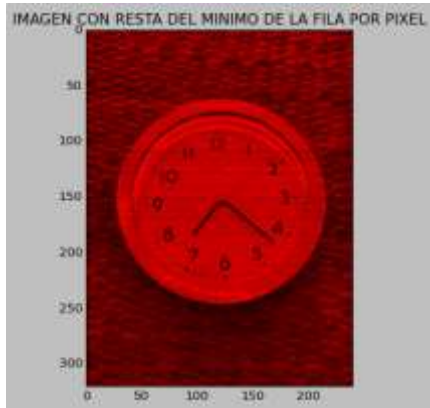

Figura 3
- Posteriormente a cada pixel de la imagen se le resta el mínimo de su fila, con lo que se obtiene la figura 3.